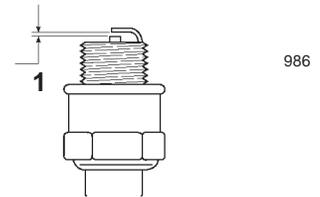

Bild 16
5. Stellen Sie den Elektrodenabstand an der neuen Zündkerze auf 0,76 mm ein, wie in Bild 16 dargestellt.